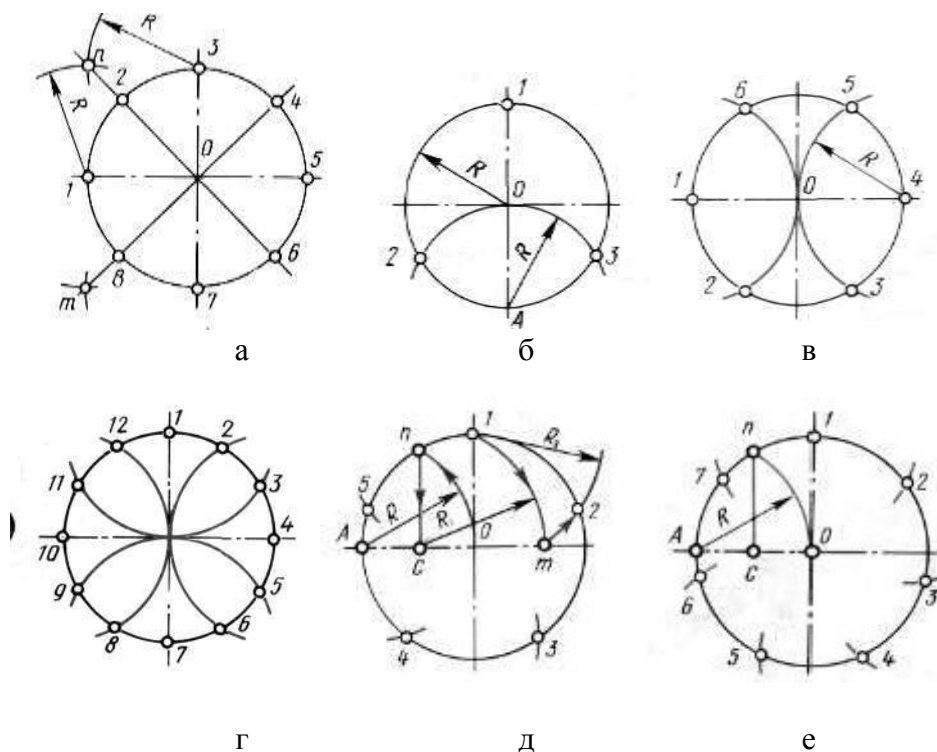

Рисунок 1. Деление окружностей на равные части :
2). Далее делят прямой угол на 2 равные части (точки 2, 4, 6, 8) (рисунок 1 а).
1). Для нахождения точек, делящих окружность радиуса R на 3 равные части, достаточно из любой точки окружности, например точки $A(1)$, провести дугу радиусом R (т.2,3) (рисунок 1 б).
2). Описываем дуги R из точек 1 и 4 (рисунок 1 в).
3). Описываем дуги 4 раза из точек 1, 4, 7, 10 (рисунок 1 г).
1). Из точки A радиусом R проводят дугу, которая пересекает окружность в точке n . Из точки n опускают перпендикуляр на горизонтальную осевую линию, получают точку C . Из точки C радиусом $R_1=C1$, проводят дугу, которая пересекает горизонтальную осевую линию в точке m . Из точки 1 радиусом $R_2=1m$, проводят дугу, пересекающую окружность в точке 2. Дуга $12=1/5$ длины окружности. Точки 3,4,5 находят, откладывая циркулем отрезки, равные $m1$ (рисунок 1 д).
2). Из точки A проводим вспомогательную дугу радиусом R , которая пересекает окружность в точке n . Из нее опускаем перпендикуляр на горизонтальную осевую линию. Из точки 1 радиусом $R=nc$, делают по окружности 7 засечек и получают 7 искомых точек (рисунок 1 е).